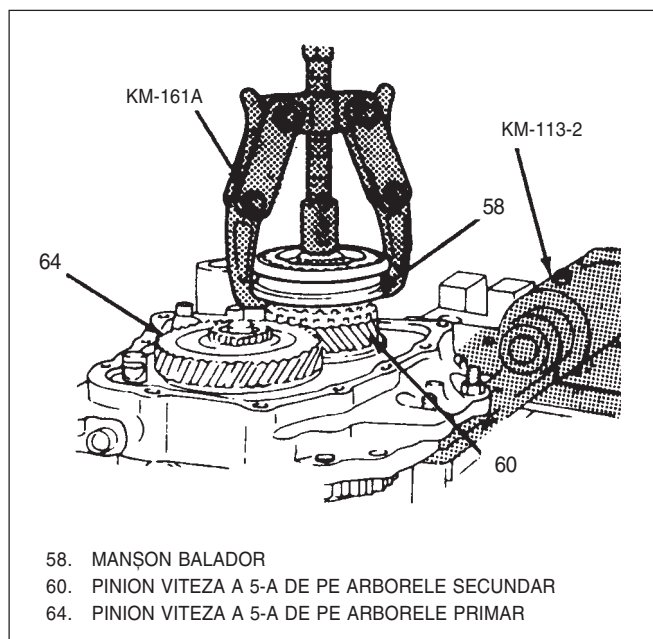

Fig. 10 Demontare pinion viteza a 5-a de pe arborele secundar
11) Siguranță(49) și pinion viteza a 5-a de pe arborele secundar(60), manșon balador(58), butuc sincronizator(56).
- Se folosește extractorul KM-161A, Fig 10.